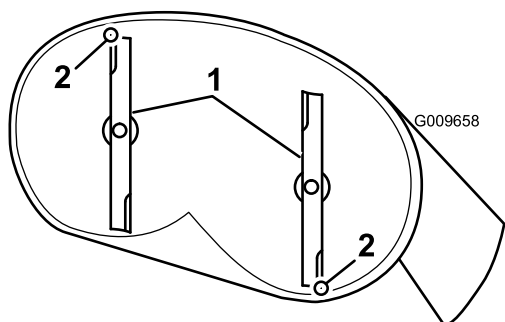
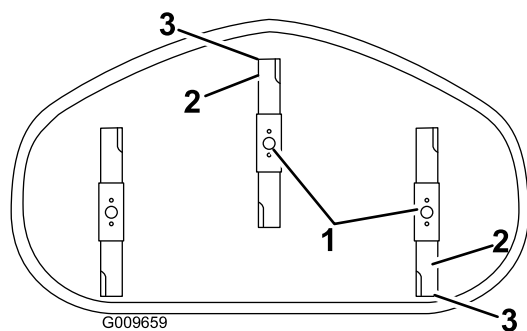

Figure 69
Figure 70
4. Faites pivoter les lames avec précaution pour faire passer les pointes avant à l'arrière (Figure 69 et Figure 70).
5. Mesurez la distance entre la pointe de la lame avant et la pointe de la lame arrière par rapport à la surface plane (Figure 69 et Figure 70).
- D. Une fois le réglage effectué, vérifiez à nouveau l'inclinaison avant/arrière de la lame; continuez d'ajuster l'écrou jusqu'à ce que la pointe avant de la lame soit de 1,6 à 8 mm (1/16 à 5/16 po) plus bas que la pointe arrière (Figure 69 et Figure 70).
- A. Desserrez l'écrou de réglage sur la tige de réglage gauche (Figure 70).